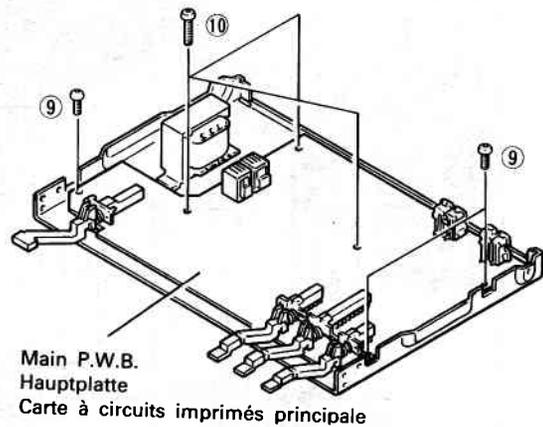

Fig. 5 Abb. 5
7. Main P.W.B. (Fig. 5)
7. Hauptplatte (Abb. 5)
7. Carte à circuits imprimés principale (Fig. 5)